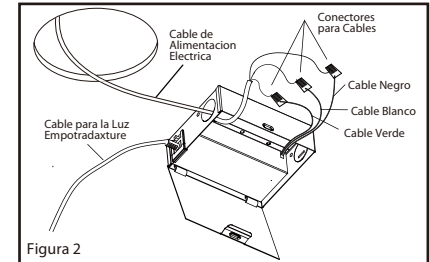

Figura 2
2. Abra la tapa de la caja de cableado y retire el agujero ciego apropiado, inserte un conector NM (para alivio de tensión) en el agujero ciego (no incluido). Inserte el cable de suministro eléctrico a través del conector no metálico/agujero ciego. Use los conectores para cables para conectar el cable blanco de alimentación eléctrica con el cable blanco de la caja de conexiones. Haga que coincida con el cable negro de la alimentación eléctrica se conecta con los conectores para cables con el cable negro de la caja de conexiones. Y haga que coincide el cable de cobre de la alimentación eléctrica con el cable verde de la caja de conexiones. (Figura 2)